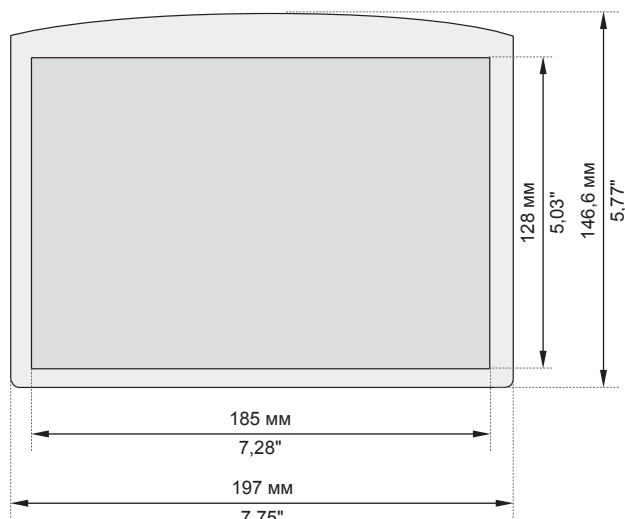

Рис. 3 Размеры прорезей
1. Сделайте прорезы в панели согласно размерам, указанным на рис. 3.